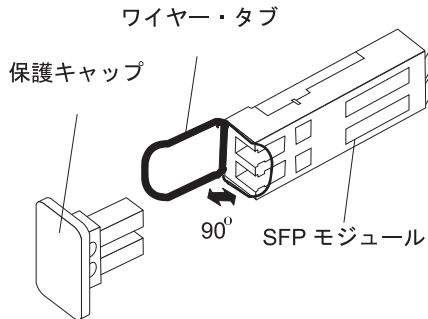

図 28. SFP モジュールのホスト・ポートへの取り付け
4. 所定の位置に確実に収まるまで、SFP モジュールをホスト・ポートに挿入します。図 28 を参照してください。